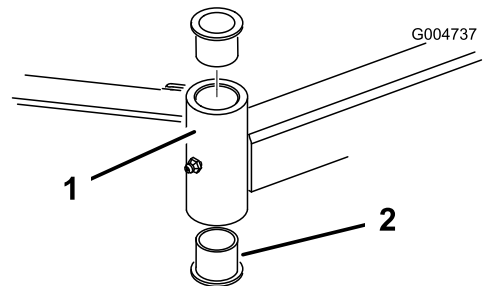

Figura 105
4. Introduza um punção para cavilhas na zona superior ou inferior do tubo de montagem e retire o casquilho para fora do tubo (Figura 105). Retire igualmente o outro casquilho do tubo. Limpe o interior dos tubos para remover a sujidade.